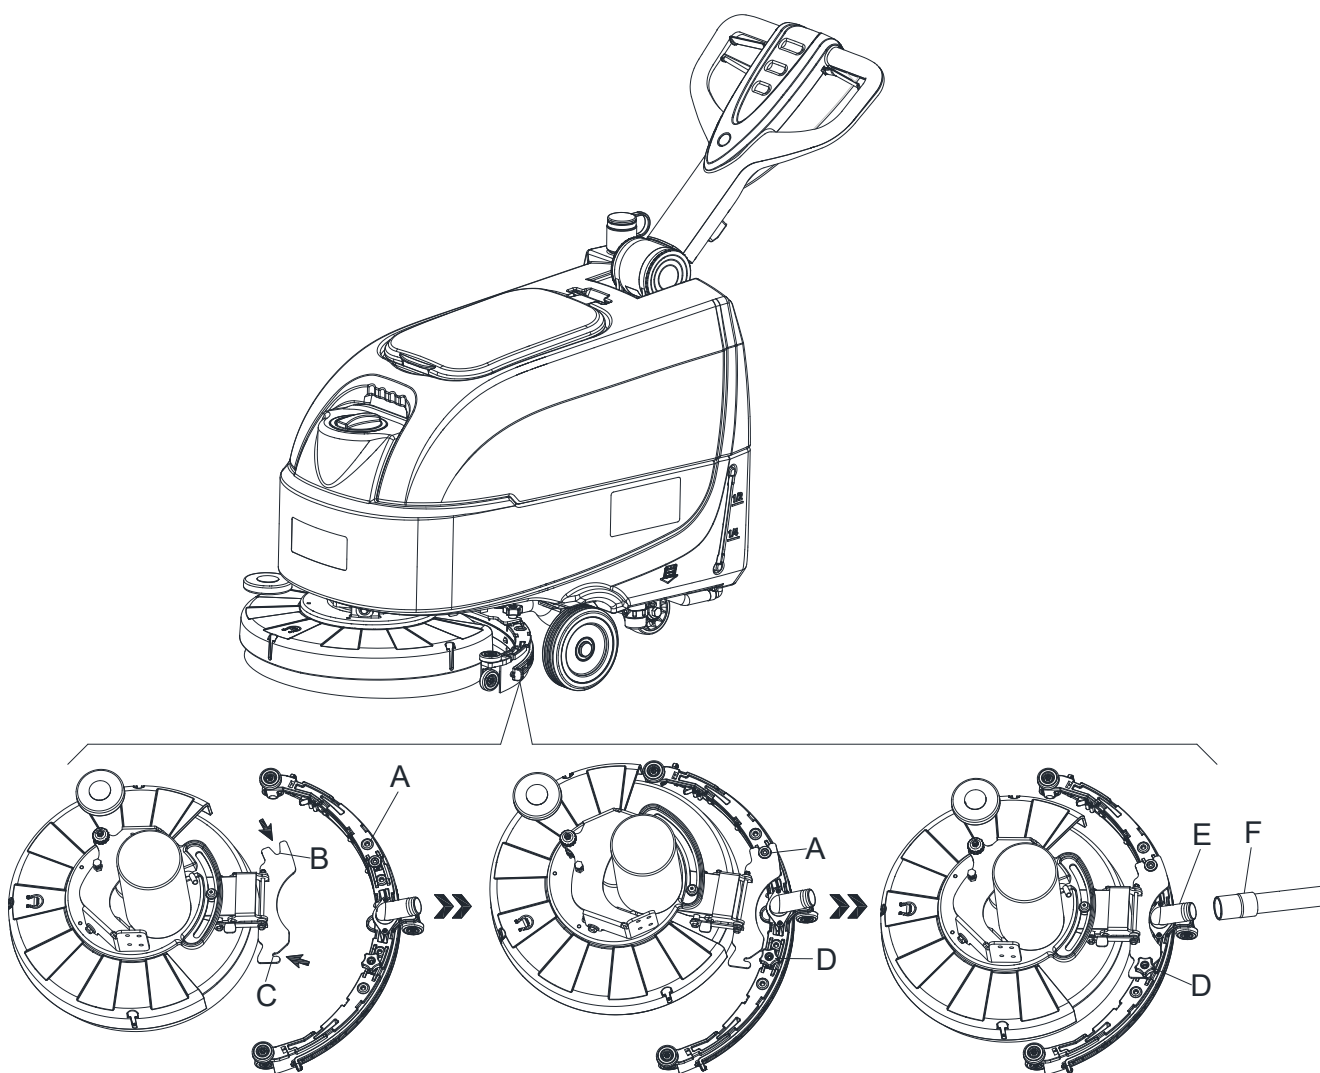

Figure 6
5. Fixez le goujon A sur l'ouverture B, puis fixez une autre vis C sur l'ouverture D, serrez le bouton de la raclette et brancher le flexible de vidange d'eau de récupération F au connecteur E (Figure 6).